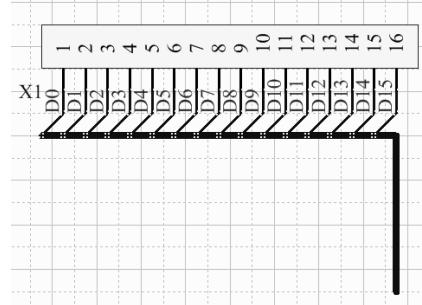

图 5-46 放置网络标签
- (1) 按快捷键“PN”，激活网络标签的放置。
- (2) 按“Tab”键更改网络名称。
- (3) 单击鼠标左键连续放置不同序号的网络标签，放置完成之后，单击鼠标右键退出放置命令，如图 5-46 所示。